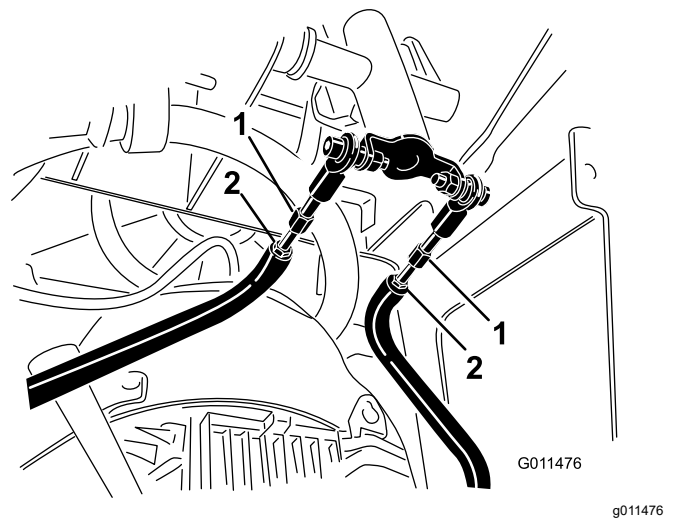

Bild 56
- D. Lösen Sie die Klemmmuttern an den Zugstangen unter dem Bedienfeld (**Bild 56**).